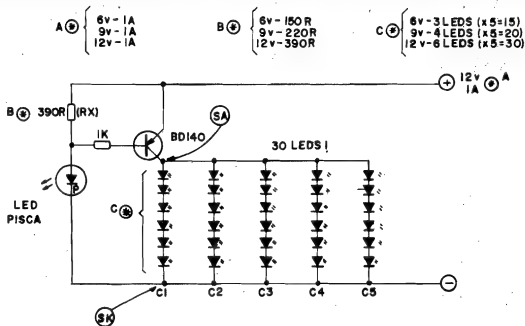

Fig.1
- FIG. 1 - O CIRCUITO - O núcleo do mini-circuito, ou seja: o componente "chave" que controla o "acende-apaga" dos LEDs comandados, é um mero transistor de média Potência, BD140 ou equivalente, de polaridade PNP... O seu circuito de coletor será acoplado os 30 LEDs da matriz